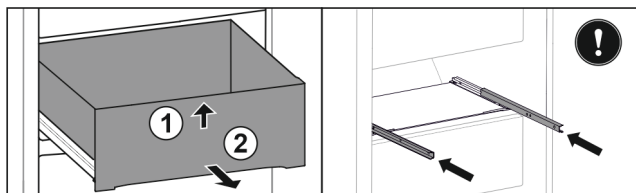

Fig. 39
- ▶ Sollevare il cassetto dal davanti. Fig. 39 (1)
- ▶ Rimuovere il cassetto tirandolo in avanti. Fig. 39 (2)